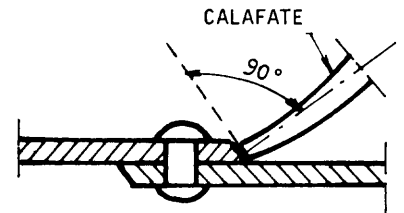

Fig. 1
- a Apoye en el comienzo de la unión remachada el calafate sobre el chaflán (fig. 1).